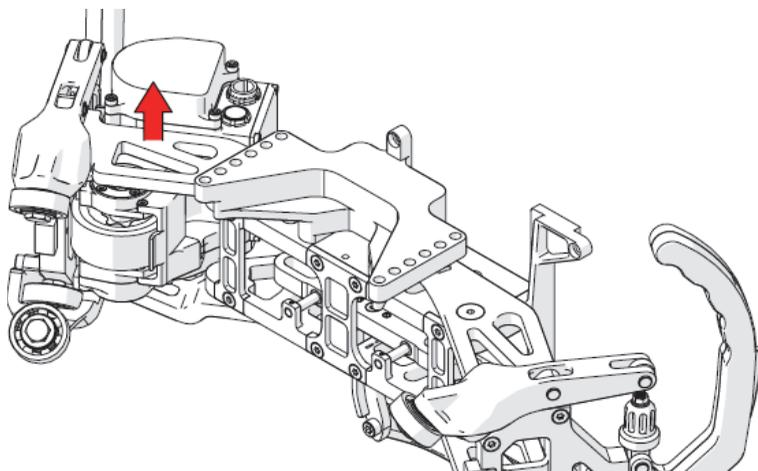

图2-10 拆下电机托架臂
11. 将电机托架侧放，使探头托架板朝上，拆下电机托架臂（参见第90页的图2-10）。